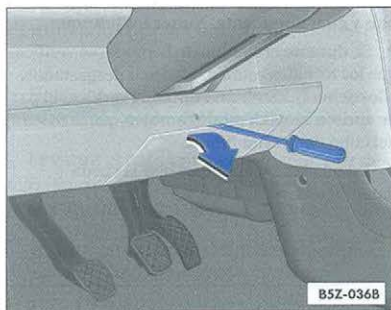

Fig. 142 Lado izquierdo del cuadro de instrumentos: caja de fusibles
– Inserte un destornillador en el rebaje y retire la tapa de la caja de fusibles ⇒ fig. 142.